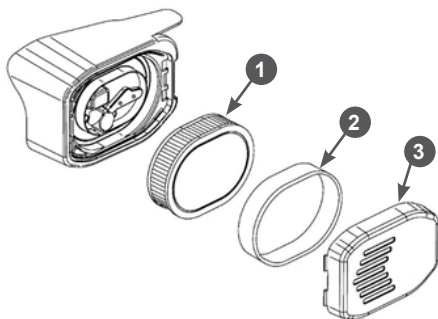

Рис. 20 Обслуживание воздушного фильтра
1. Нажмите на фиксатор крышки воздушного фильтра и снимите крышку 3 воздушного фильтра (Рис. 20).
3. Проверьте целостность и чистоту фильтрующих элементов. Поролоновый (предварительный) фильтрующий элемент 2 установлен на корпусе бумажного фильтрующего элемента 1 (Рис. 20).
4. При незначительном загрязнении промойте предварительный поролоновый фильтрующий элемент 2 (Рис. 20) теплым мыльным раствором и просушите. Поврежденный или сильно загрязненный поролоновый фильтрующий элемент замените.
Бумажный фильтрующий элемент 1 (Рис. 20) не подлежит очистке, необходима его замена. Не продувайте основной бумажный фильтрующий элемент сжатым воздухом, не промывайте его в бензине и других растворителях.